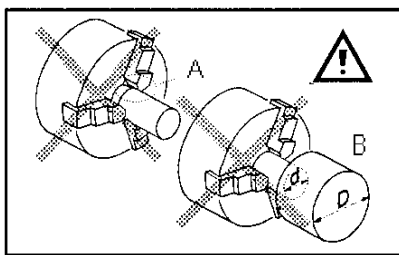

Fig 13
Eviter un serrage court (A, Fig 13) ou le serrage sur un petit diamètre (B).